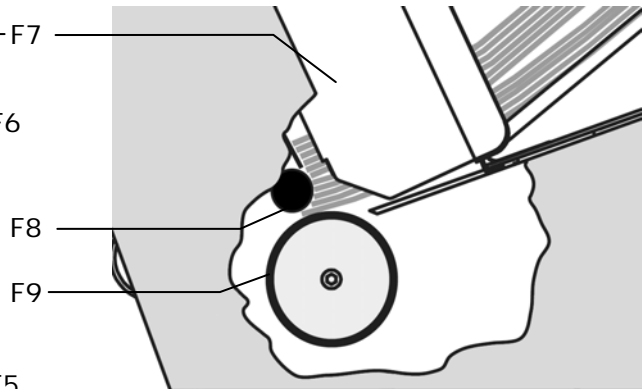

Abbildung 100: Den Stapel mit ausgefächertem Material füllen (Seitenansicht)
- Der Papierstapel sollte sich an die Form der festgestellten Separierrolle (F8) anpassen (siehe Abbildung 100).